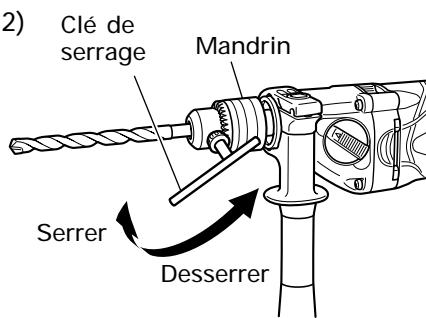

Fig. 2
7. Montage et démontage des forets (Fig. 2)